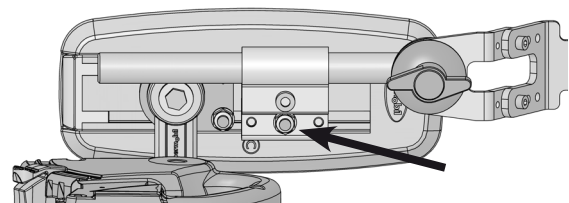

Bild 14. Panelhållaren och dess fäste sitter monterad med en skruv samt brickor och muttrar.
2. Demontera panelhållaren och dess fäste, den sitter monterad med en mutter, se bild 14.